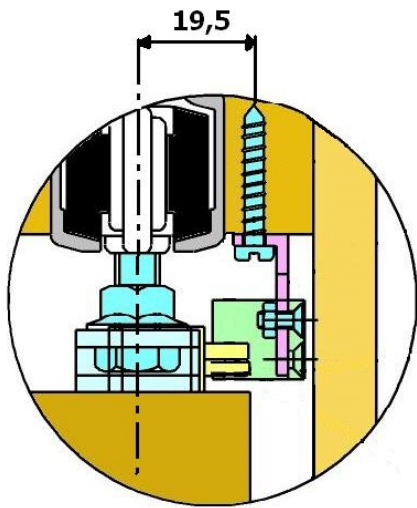

Fig. 7 Quote di posizionamento della staffa per monorotaie con larghezza C<29 mm
- Mantenere la porta completamente chiusa. Controllare che la molla del pistone non sia in posizione di tensione ma sia in posizione di riposo. Posizionare la staffa ad L in acciaio sul travetto, tenendo il lato corto rivolto verso la porta e appoggiato al bordo esterno della monorotaia. La staffa deve essere posizionata in modo che il dente di nylon si trovi al centro dei due denti in plastica del pistone. A questo punto fissare la staffa in acciaio al travetto mediante le due viti 3,5x25 mm. **ATTENZIONE:** per monorotaie di larghezza C inferiore a 29 mm la staffa ad L non deve essere posizionate contro il bordo della monorotaia. Fissare la staffa in modo che i fori delle viti si trovino a 19,5mm dal centro della monorotaia (vedere Fig. 7)).
ATTENTION: for rails width C less than 29 mms. the L bracket must not be placed on board of the rail. Fix the bracket so that the holes of the screws are located at 19,5 mms. from the center of the rail (see Fig. 7).
ATTENTION : pour les monorails de largeur C inférieur à 29 mm l'étrier à L ne doit pas être positionné contre le bord du monorail. Fixer l'étrier en manière que les trous des vis sont à 19,5 mm du centre du monorail (voir Fig. 7).